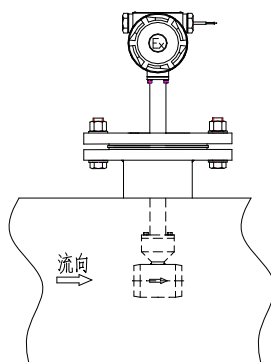

图3插入式涡街流量传感器安装示意图
- 6、变送器本身工作与安装方向无关，可水平、垂直或其他角度安装，但考虑到整套插入式机构较高较重，因此，建议采用水平安装的方式进行安装（见图 3）。测量液体时，应能保证液体充满整个管道且有一定的背压。